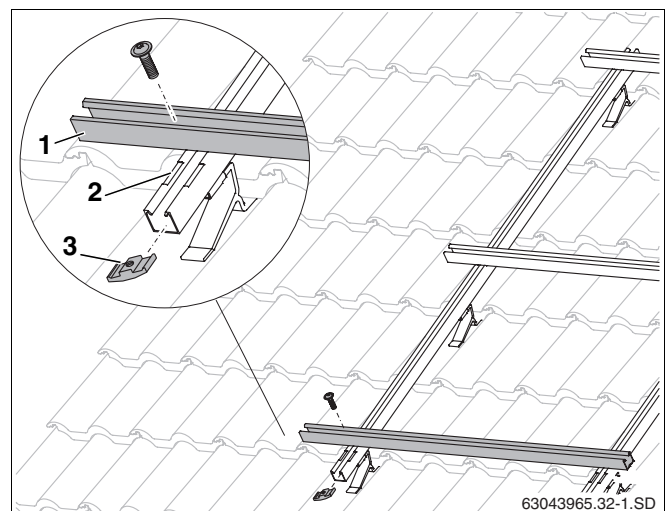

Abb. 30 Waagrecht Profilschienen montieren
- Die Profilschienen (Abb. 30, **Pos. 1**) in die Einkerbungen (Abb. 30, **Pos. 2**) der Schneelastprofile legen und mit Schrauben und Alu-Mutter (Abb. 30, **Pos. 3**) nur leicht anziehen, damit die Profilschienen noch ausgerichtet werden können.